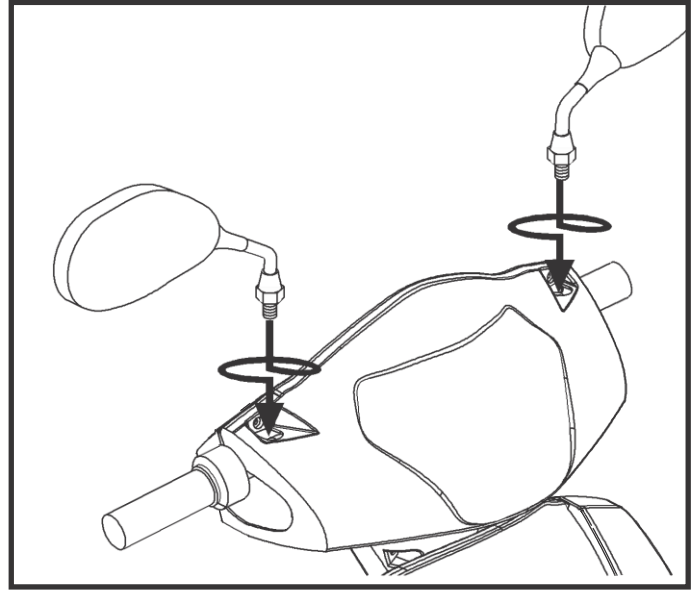

Figure 6. Installation/réglage de la position du miroir
1. Insérez la partie fileté du miroir et faites-le pivoter dans le sens des aiguilles d'une montre jusqu'à ce qu'il soit bien serré. **Voir la figure 6.**
2. Ajustez le miroir afin d'obtenir une bonne vision arrière. **Voir la figure 6.**